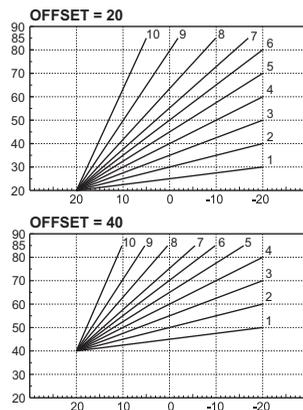

fig. 25- Ejemplo de desplazamiento paralelo de las curvas de compensación
**Offset:** Si se entra en este submenú, es posible realizar el desplazamiento paralelo de las curvas pulsando las teclas **+** y **- ACS**. Véase la fig. 25 para las características.